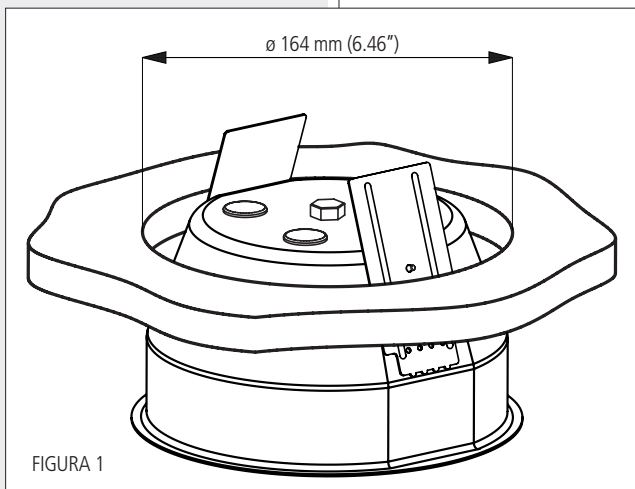

FIGURA 1
1. Praticare nella controsoffittatura un foro del diametro di 164 mm, come indicato in figura 1.
3. Inserire il fondello antifiamma nel foro praticato (come mostrato in figura 1).